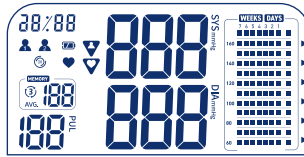

Bild 6
- Halten Sie die Start/Stopp-Taste für mindestens 3 Sekunden gedrückt, um das Gerät einzuschalten und die Dreifachmessung zu starten. Die Display-Komplettanzeige wird sichtbar (Bild 6).
- Halten Sie die nun die SET-Taste für mindestens 4 Sekunden gedrückt, bis die Anzeige zuerst blinkt und dann durch Striche ersetzt wird (Bild 6).
- Um den gesamten Speicher zu löschen, rufen Sie die jeweilige Durchschnittswertanzeige (AVG.) auf. Halten Sie nun die SET-Taste für mindestens 4 Sekunden gedrückt, bis der Mittelwert zuerst blinkt und dann durch Striche ersetzt wird (Bild 6).